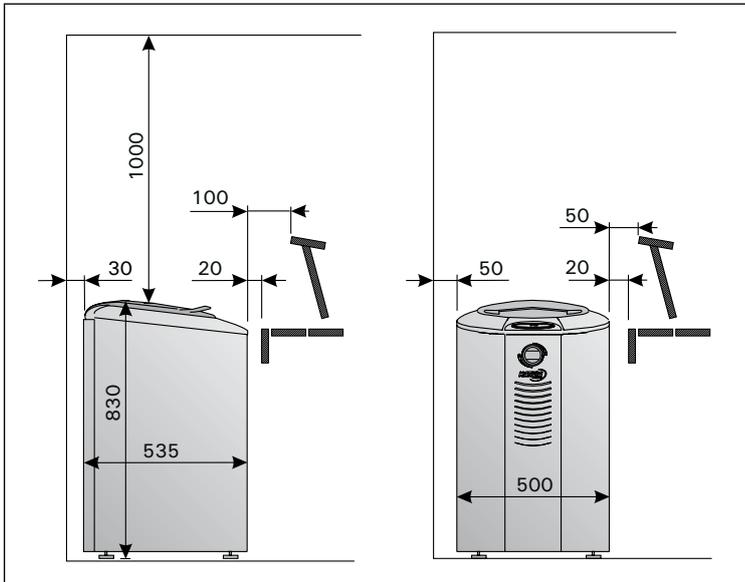

Figure 7. Minimum distances de sécurité par rapport au poêle (mm)
- L'emplacement du poêle doit être conforme aux exigences de sécurité indiquées dans la figure 7. **Ces valeurs doivent impérativement être respectées. Dans le cas contraire on pourrait provoquer un incendie.**
Si une barre de sécurité est installée autour du poêle, respecter les consignes de distance de sécurité données dans la figure 7.